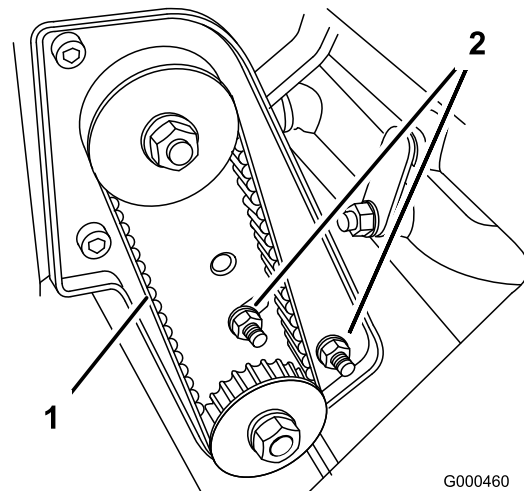

Figure 36
- A. Desserrez les écrous de montage du logement de roulement (Figure 36).
C. Serrez les écrous de fixation du logement de roulement (Figure 36). Ne tendez pas la courroie excessivement.